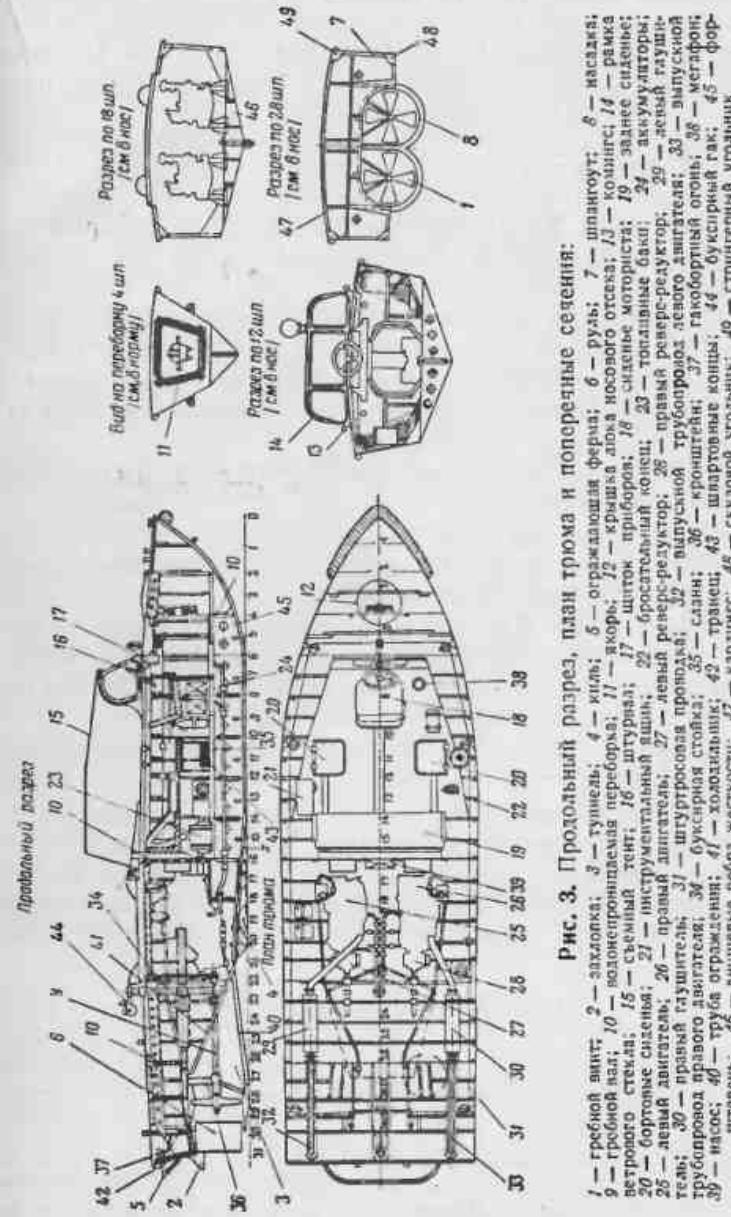

Рис. 3. Продольный разрез, план трюма и попеченные сечения:
Поперечный набор образуется шпангоутами 7 (рис. 3), разделяющими корпус на 30 шпаций.
На кормовой палубе размещены: крышки 22 люка моторного отсека, буксируемая стойка 34 (рис. 3) с буксирным гаком 44, крышка 24 люка кормового отсека, швартовные утки 19, буксируемые арки 25 и стакан для флагштока. Над баллером левого руля имеется отверстие 26 с резьбой, закрытое пробкой, через которое на баллер руля надевается ручной румпель для перекладки рулей вручную.
11. По длине корпус катера (рис. 3) разделен тремя водонепроницаемыми переборками 10 на четыре отсека по 4, 16, 26 шпангоутам.